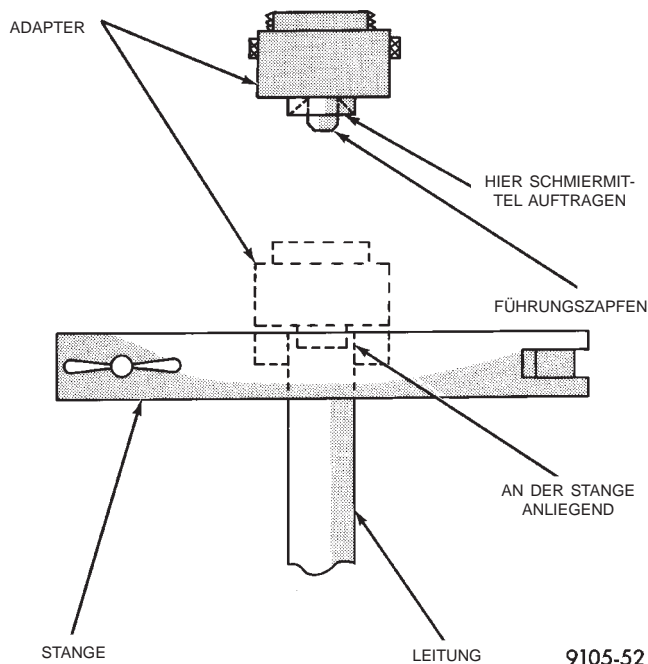

Abb. 29 ISO-Bördelwerkzeug
Um eine (metrische) ISO-Bördelung herzustellen, Bördelwerkzeug TFM-428, (Abb. 27) oder ein gleichwertiges Werkzeug verwenden. Siehe (Abb. 29) und anhand folgender Schritte fortfahren. **Darauf achten, dass die Leitungsmutter vor dem Aufbördeln auf die Leitung gesetzt wurde.**
(2) Die Backen des Bördelwerkzeugs öffnen. Die Backen des Bördelwerkzeugs um die Leitung legen. Die Backen des Bördelwerkzeugs um die Leitung herum schließen, die Leitung jedoch nicht festklemmen.
(3) Die Leitung in den Backen des Bördelwerkzeugs so ausrichten, dass sie an der Oberfläche der Stange des Bördelwerkzeugs anliegt (Abb. 29).
(4) Den für die Größe der aufzubördelnden Leitung passenden Adapter auf die Vorschubspindel der Gelenkgabel setzen. Gelenkgabel und Adapter über das Ende der Leitung schieben. Den Bereich des Adapters, der an der Bremsleitung anliegt, mit Schmiermittel benetzen und dabei sicherstellen, dass der Führungsstift des Adapters vollständig in das Ende der Bremsleitung eingeführt ist. Die Vorschubspindel der Gelenkgabel eindrehen, bis der Adapter rechtwinklig an der Oberfläche der Stange des Bördelwerkzeugs anliegt (Abb. 29). Durch dieses Verfahren wird eine metrische ISO-Bördelung hergestellt.